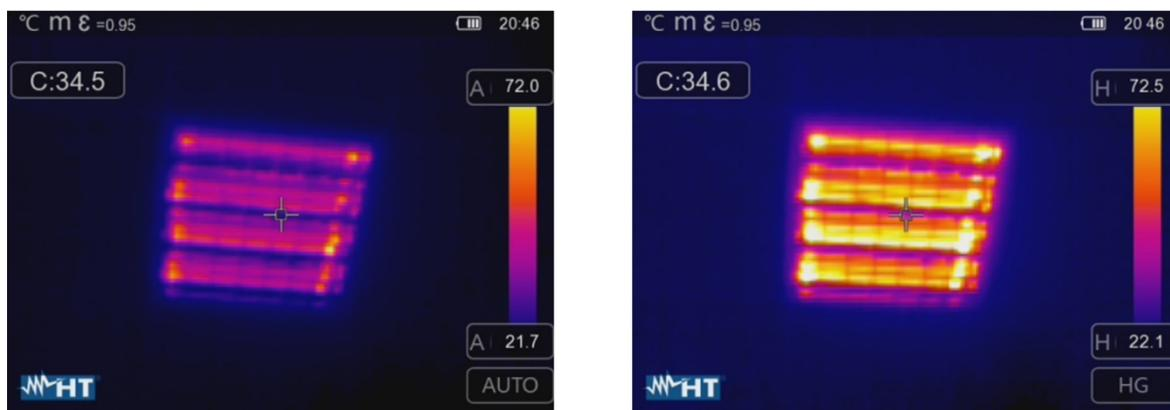

Abb. 44: Einstellung der Modi Automatisch und Histogramm
- Modus **Histogramm (HG)** → Die Mindest- und Höchstwerte der Temperatur des eingerahmten Gegenstands werden vom Gerät automatisch eingestellt, wie im Auto Modus. In diesem Fall werden aber die Bereiche des Bildes besonders hervorgehoben, in denen sich die Temperaturwerte, von denen der benachbarten Bereiche sehr unterscheiden. Die Beziehung zwischen der Temperatur und der Farbe der Palette ist **nicht linear**, basierend auf einem Histogramm-Algorithmus. Dieser Modus ist in sehr dunklen Arbeitsumgebungen besonders nützlich.
1. Drücken Sie die Taste ϕ oder berühren Sie das Symbol "AUTO" rechts im Unterteil des Displays. Die Bildschirmzeiten in der Abb. 44 zeigen die Auswahl der Modi "AUTO" und "HG".